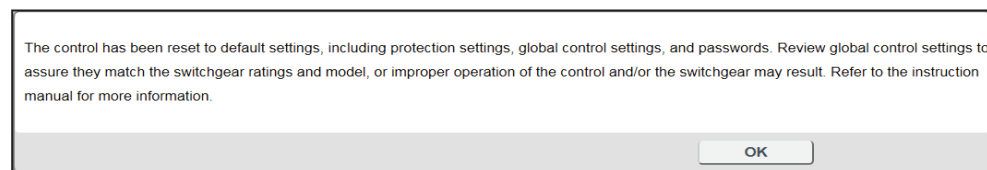

Figura 27. El mensaje de confirmación de restablecimiento de la fábrica.
PASO 3. Cuando esté completo el restablecimiento de fábrica, aparecerá un mensaje de confirmación. Vea la Figura 27.